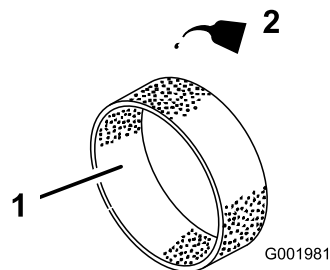

Figura 38
4. Applicate da 30 a 59 ml d'olio sull'elemento (Figura 38).